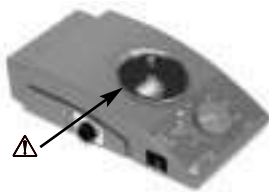

Fig. 1: punto de peligro
- No toque nunca un componente móvil (existe el peligro de sufrir un aplastamiento, un golpe o un corte, consulte fig. 1: punto de peligro).